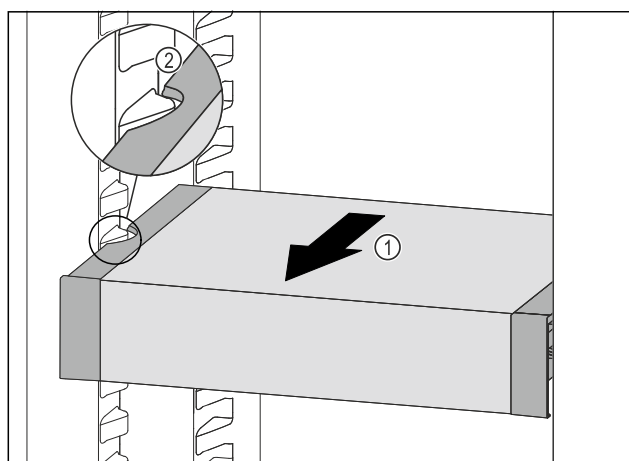

Fig. 103
- ▶ Húzza előrefelé a VarioSafe fiókot annyira Fig. 103 (1), hogy a VarioSafe oldalsó kivágásai a hűtőrésszen a tartóborda magasságában legyenek. Fig. 103 (2)